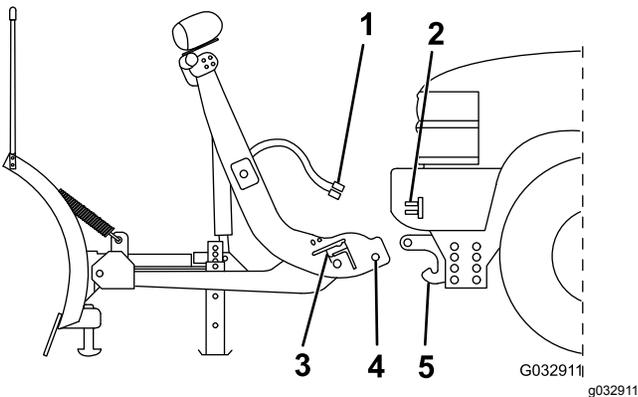

Bild 34
2. Fluchten Sie das Fahrzeug mit dem Schneeschild aus und fahren Sie langsam vorwärts, bis der untere Stift die Stiftaufnahme der Druckstange berührt (Bild 34).
des Schneeschilds am Fahrzeugkabelbaum an (Bild 34).